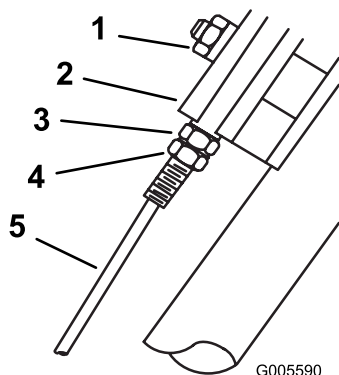

Figure 22
3. Desserrez l'écrou du bloc de support (Figure 22).